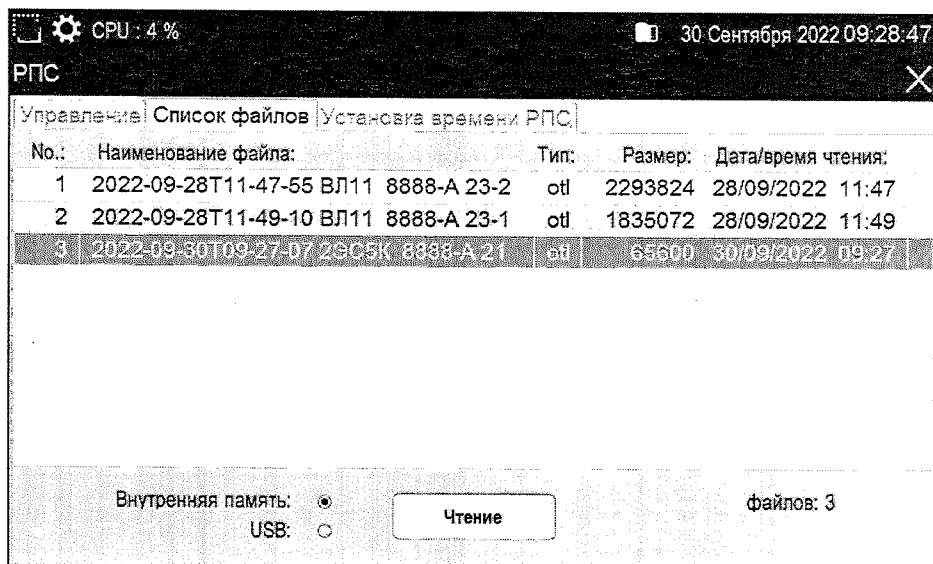

Рисунок 29
1.5.10.2 Во вкладке «Список файлов» (рисунок 29) можно просмотреть файлы считанных РПС. Наименование файла имеет структуру в соответствии с таблицей 9: